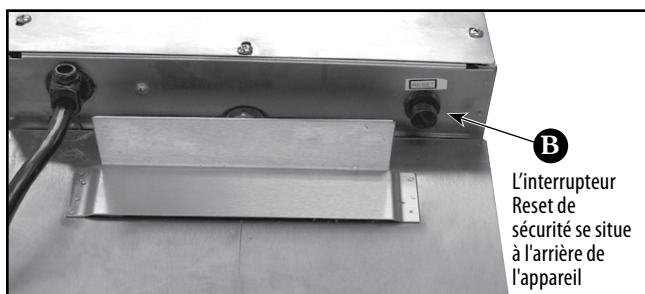

Figure 2. Interrupteur Reset de sécurité pour EFS-16 & EFT-32
- B INTERRUPTEUR RESET DE SECURITE & COUVERCLE** (Figure 2) Retirez le couvercle pour accéder au bouton de Reset. Si l'huile atteint une température de 430 ° F (221° C), ce commutateur coupe l'alimentation de l'appareil. (L'interrupteur est sur la face arrière de l'EFS-16, EFT-32) (Voir la section « Interrupteur Reset de sécurité » à la page 7).
Les unités sont équipées d'un interrupteur qui coupe l'alimentation si la température de l'huile atteint 430 ° F (221 ° C). Cet interrupteur a un réarmement manuel. L'interrupteur Reset de sécurité est situé à l'arrière de l'appareil (Figure 2).